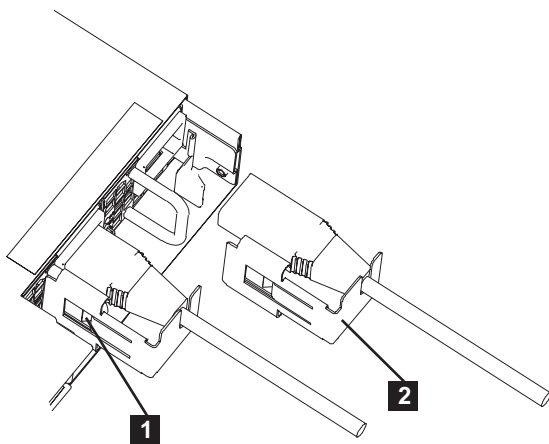

Figura 33. Suportes de Retenção de Cabos do SAN Volume Controller 2145-CG8
Os suportes de retenção de cabo são instalados sem ferramentas, conforme mostrado na Figura 33.
2. Alinhe o suporte de retenção de cabo no cabo de energia para que o suporte fique do lado esquerdo do cabo, conforme mostrado por **2** na Figura 33 na página 38.
5. Empurre o cabo e o suporte no lugar, conforme mostrado na Figura 33 na página 38.